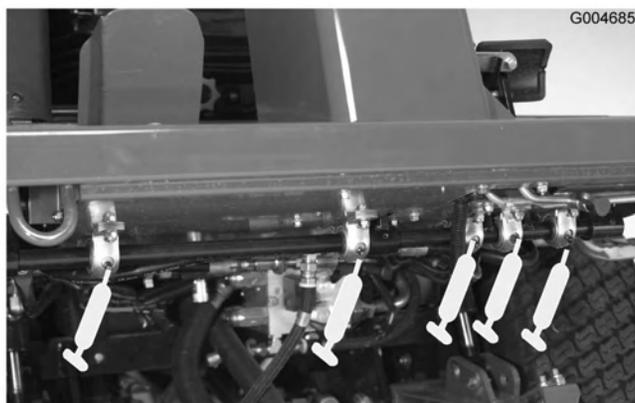

Figura 34
- Cojinetes del pivote del eje de freno (5) (Figura 34)